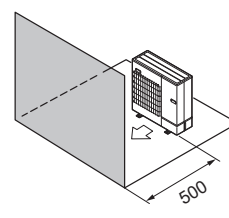

Fig. 2-10
- ④ Hindernisse nur auf der Vorderseite (Fig. 2-10)